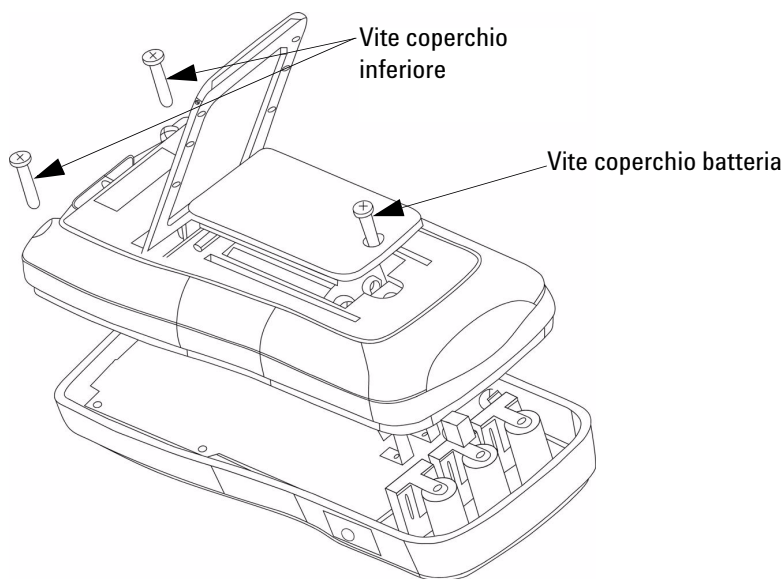

Figura 3-2 Sostituzione dei fusibili
- 2 Con un cacciavite adatto, svitare e rimuovere il coperchio inferiore come nella Figura 3-2.